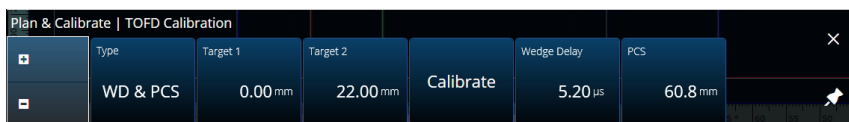

図 4-9 TOFD Calibration (TOFD 校正) – WD & PCS
TOFD Calibration (TOFD 校正) タブでは、カーソルの測定値が時間ではなく深さに変換されるよう、TOFD グループを校正できます。これは通常解析中に行いますが、先に行うことができます。TOFD 校正のプロセスは簡略化されており、校正ウィザードを用いずに行います。TOFD Calibration (TOFD 校正) オプションにアクセスするには、Plan & Calibrate (計画と校正) > TOFD Calibration (TOFD 校正) を選択します (201 ページの図 4-9 および 201 ページの表 81)。
1. 校正タイプを選択します (201 ページの図 4-9 および 201 ページの表 81)。